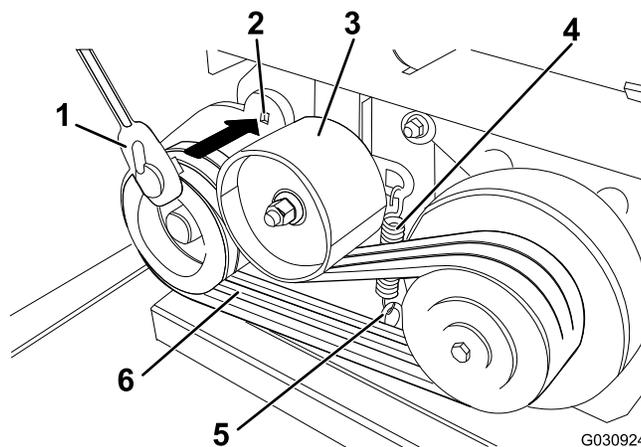

Figura 54
2. Compruebe la condición de la correa (Figura 54).
- B. Introduzca una llave de vaso en el taladro cuadrado del brazo tensor y gire la llave hacia arriba (Figura 54).